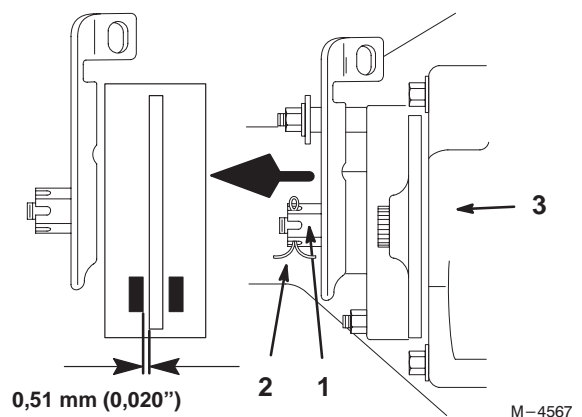

Abbildung 28
3. Zur Einstellung der Bremse den Splint entfernen und die Bremseneinstellmutter etwas lösen (Abb. 28).
4. Vorsichtig eine 0,51 mm (0.020") Fühlerlehre zwischen den äußeren Bremsklotz und die Rotorscheibe stecken (Abb. 28).